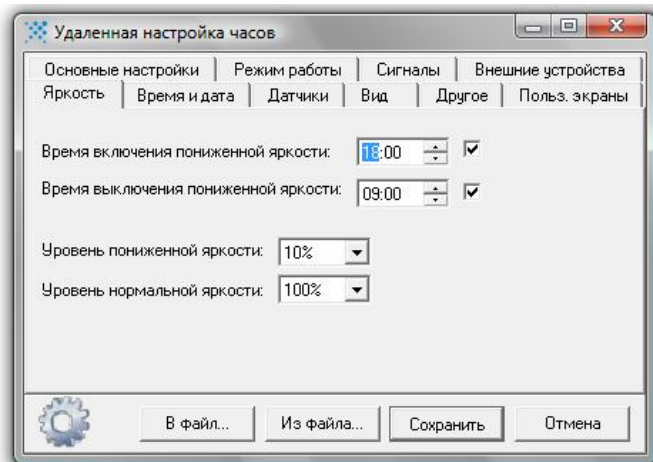

Рисунок 7 – Яркость.
**Яркость** – в данной вкладке изменяется яркость электронных часов, а также настраивается время включения / выключения пониженной яркости (рисунок 7). В полях «Уровень нормальной яркости» и «Уровень пониженной яркости» выбирается значение яркости электронных часов в процентах от максимальной. Время включения и выключения пониженной яркости электронных часов задается в соответствующих полях данной вкладки.